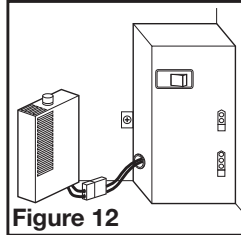

Figure 12
- HUMIDITY SENSING MODELS:** Plug the fan's 2 pin and 3 pin quick connect motor cords into the corresponding receptacle located on the wire compartment cover. These cords will only fit one way into the receptacles (**Figure 12**).
3b. MODÈLES DÉTECTION D'HUMIDITÉ: branchez les câbles à 2 broches du ventilateur et les câbles à 3 broches de connexion rapide du moteur dans la prise correspondante située sur le couvercle du compartiment de fil. Ces câbles ne s'adaptent que dans un sens dans les réceptacles (**Figure 12**).